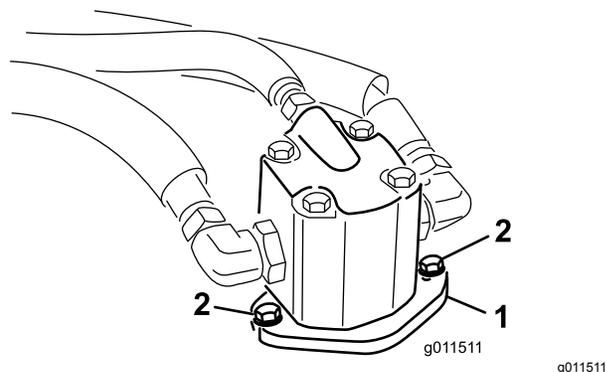

Figura 78
- Rimuovete i bulloni che fissano il motore idraulico al piatto di taglio (Figura 78).